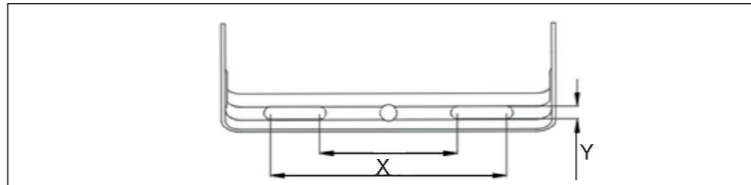

Fig. 4: Borehole distance
- Bevestig de LED buiten schijnwerper. Zie fig. 4
- Fastgør LED udendørs projektørlyset. Se fig. 4